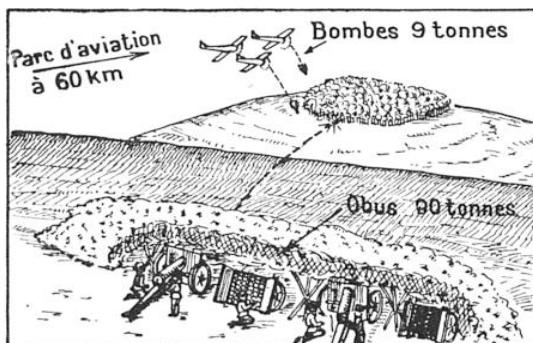

FIG. 3. — LES AVIONS DE BOMBARDEMENT PEUVENT SUPPLÉER, POUR CERTAINES MISSIONS (OBUS TOXIQUES OU FUMIGÈNES, PAR EXEMPLE), L'ARTILLERIE DIVISIONNAIRE
(1) Voir *La Science et la Vie*, n° 236, page 151.
(2) En plein combat, le canon de 75 a pu tirer jusqu'à 3 tonnes d'obus par jour, soit la charge utile d'un avion moyen porteur. Il semble donc que, pour certaines missions afférentes à l'artillerie, l'avion pourrait remplacer le canon, surtout quand le tir n'exige pas de précision, comme l'emploi des toxiques ou des fumigènes. L'avion a le grand avantage de pouvoir se ravitailler à une grande distance du front et de lancer la munition la mieux adaptée à la mission du moment (voir figure 3).
FIG. 3. — VOICI UNE DES NOMBREUSES TOURS D'ENTRAÎNEMENT AU PARACHUTISME CONSTRUITES EN U.R.S.S. Cette tour de lancement, haute de 30 m, est édifiée près du village de Sniatogorsk, sur les monts Pouchkine.